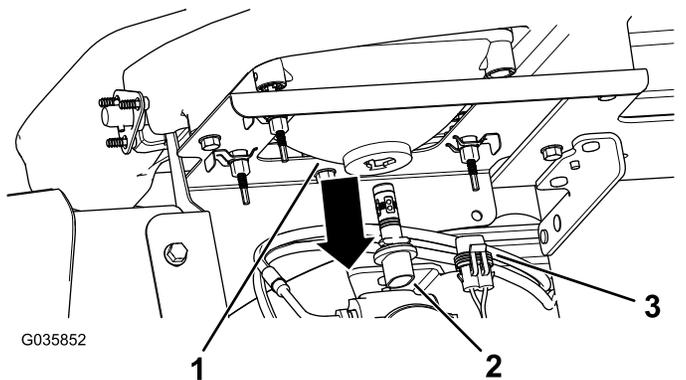

Figura 52
3. Scollegate il connettore elettrico del cablaggio dal connettore del gruppo luci sul retro del vano del faro (Figura 52).
4. Ruotate il gruppo luci di  $\frac{1}{4}$  giro in senso antiorario spostandolo indietro, fuori dalla sede del vano del faro (Figura 52).
5. Inserite il nuovo gruppo luci e il vano del faro e allineate le linguette nel gruppo luci alle fessure nel vano del faro (Figura 52).
6. Fissate il gruppo luci ruotandolo di  $\frac{1}{4}$  di giro in senso orario (Figura 52).
7. Collegate il connettore elettrico del cablaggio al connettore del nuovo gruppo luci (Figura 52).